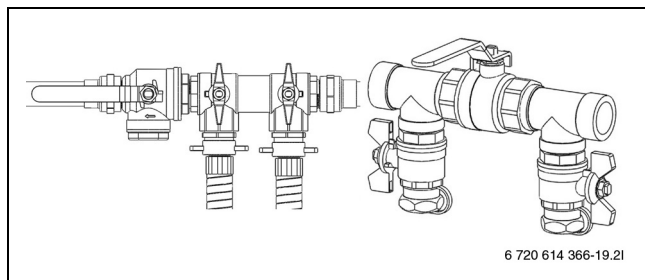

Рис. 27 Узлы заполнения в положении заполнения
- ▶ Установите краны на узле заполнения в положение для заполнения (→ рис. 27).